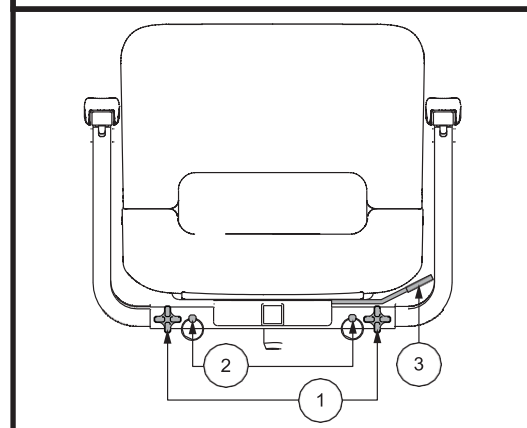

Figura 24. Ajustes de asiento
La palanca de rotación del asiento, ubicada en el lado derecho de la base del asiento, lo inmoviliza en varias posiciones. Ver **Figura 24**.
1. Afloje los pomos de ajuste del reposabrazos. Ver **Figura 24**.